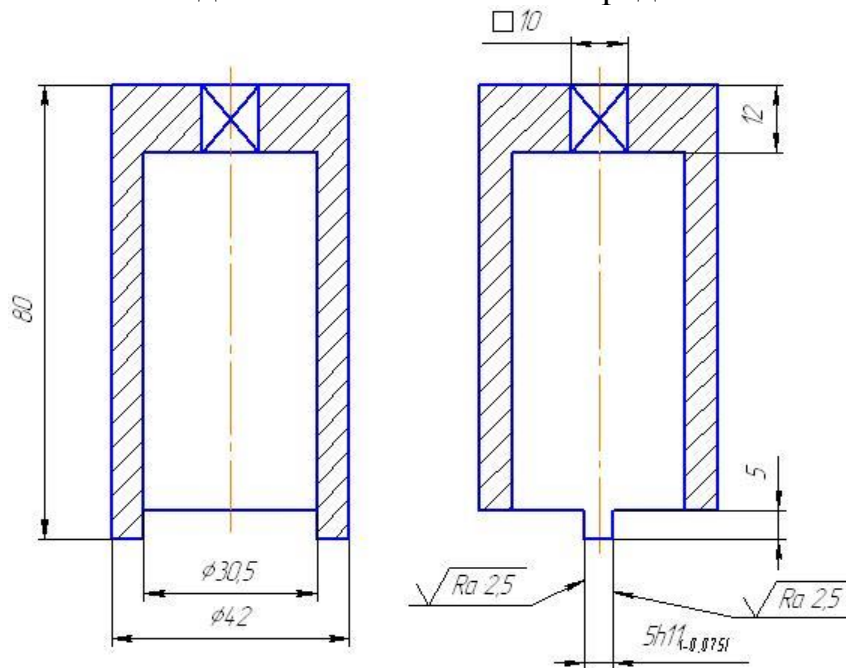

Рис.2
- г) снять муфту 24, полумуфту 25, кольцо 19, вывернуть из корпуса 1 гайку нажимную 13. Ключ для гайки нажимной 13 представлен на Рис.2: